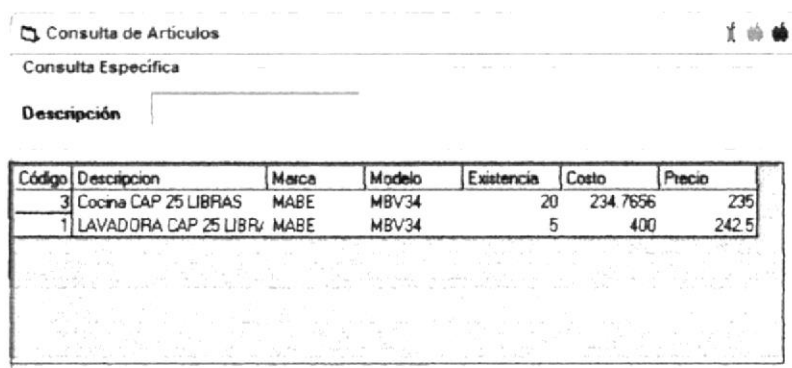

Figura 3.74 Pantalla de Consulta de Artículos
y aparecerá la pantalla de consulta de Artículos.(Ver Figura 3.74).
7. Elija el Artículo que desea ingresar o modificar su precio dando doble clic en la descripción de este en la Pantalla "Consulta de Artículos" (Ver Figura 3.74) y volverá automáticamente a la pantalla anterior con todos los datos de dicho artículo. (Ver Figura 3.75)